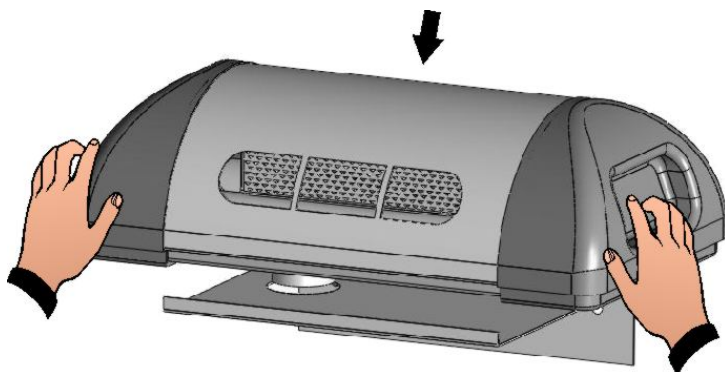

Рис. 6
2. Закрепите кронштейн на стене: убедитесь, чтобы он был выровнен по уровню горизонтально и вертикально (Рис. 6).